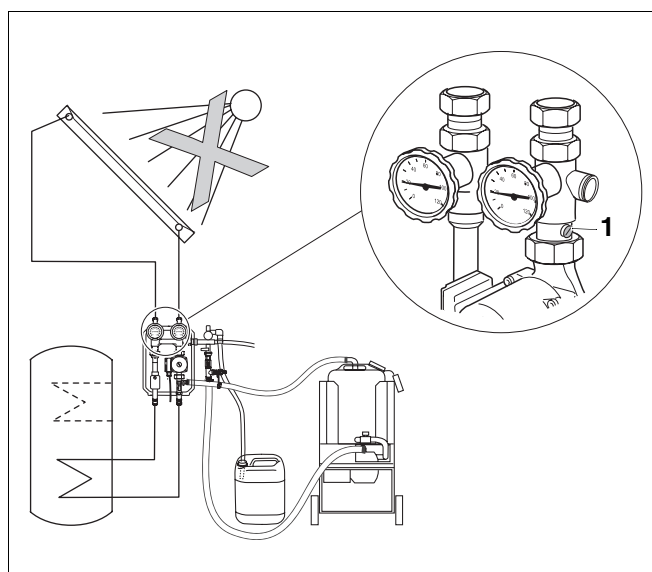

Abb. 17 Schwerkraftbremse(n) schließen
- ▶ Schließen Sie die Schwerkraftbremse(n) (Abb. 17, **Pos. 1**) der Solarstation.